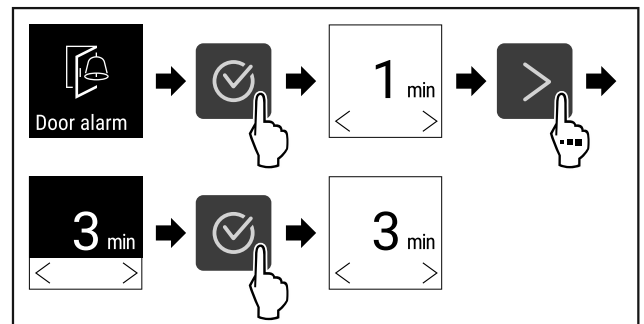

Fig. 43
- ▶ Изпълнете стъпките (виж Fig. 43) .